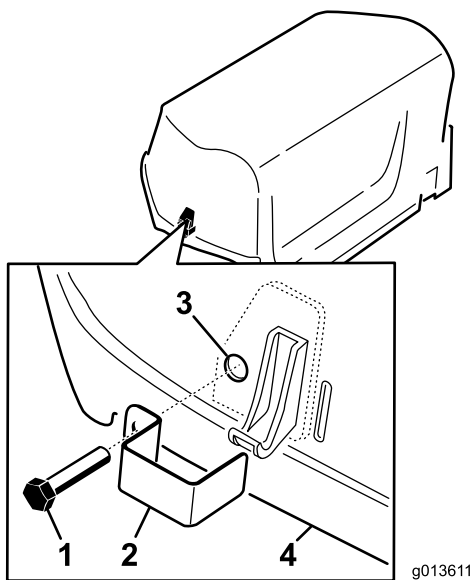

图 7
1. 用带头螺栓共 2 个将闩锁盖安装到左、右机罩闩锁上图 7。
2. 用钳子或可调扳手将内锁定垫圈拧到各个螺栓 12 个螺纹以固定螺栓图 7。